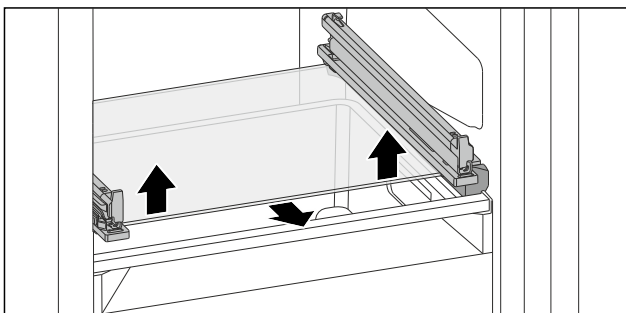

Fig. 104 Glasplatte des abklippbaren Schubfachs
► Glasplatte von unten beidseitig nach oben drücken. (siehe Fig. 104)